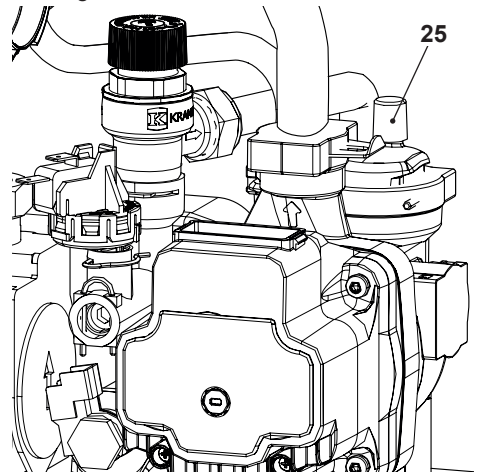

Figura 9.5
- Per facilitare lo svuotamento, svitare il tappo 25 della valvola di sfianto automatica in Figura 9.5.